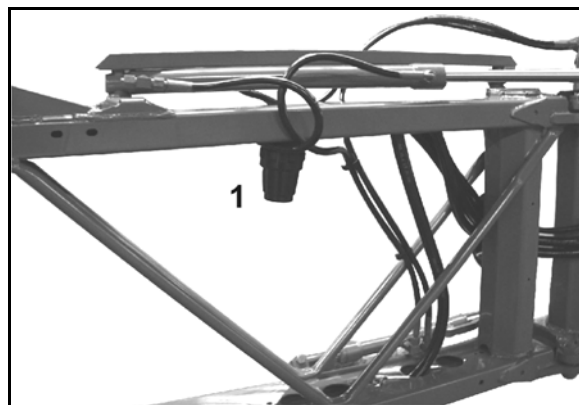

Bild 200
5. Vrid drivaxeln växelvis åt höger och vänster och fyll långsamt på ny olja. Korrekt oljemängd är påfylld när oljan syns på markeringen (Bild 200/1).